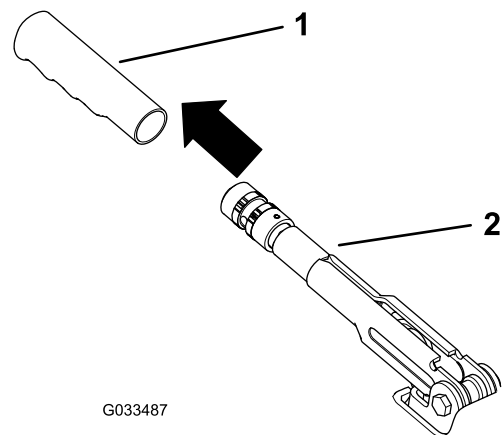

Figura 56
1. Retire la empuñadura de goma de la palanca del freno de estacionamiento (Figura 56).
5. Instale la empuñadura de goma en la palanca del freno de estacionamiento (Figura 56).